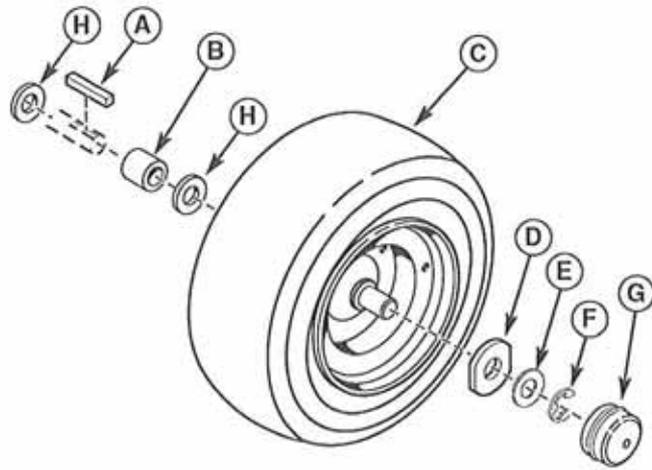

図 3 3
3. タイヤをまっすぐにし、モアハンガー（図3のC）を上げます。ロッド（B）をモアハンガー（C）とトラクターブラケット（D）に挿入します。セーフティリップをとめます。